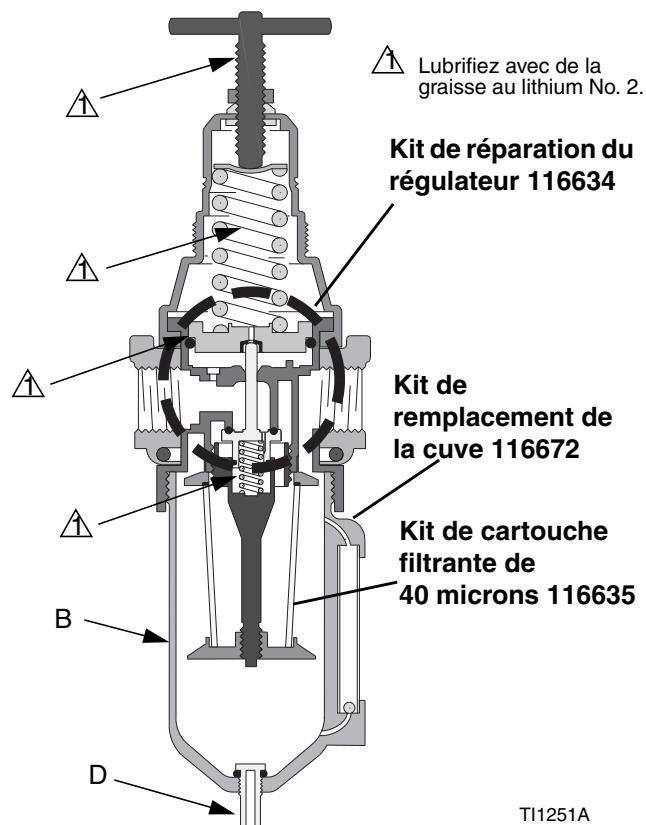

FIG. 3 : Kits de réparation 116521, 17C498
Purgez quotidiennement la cuve pour éliminer les impuretés avant qu'elles n'atteignent le niveau de la chicane en ouvrant le purgeur (D) situé au fond de la cuve (B). Voir FIG. 3.
Lubrifiez la surface réelle du palier, tous les joints toriques, le filetage des vis de réglage ainsi que les extrémités du ressort avec de la graisse au lithium No. 2. Consultez la section. FIG. 3. Remontez le régulateur.